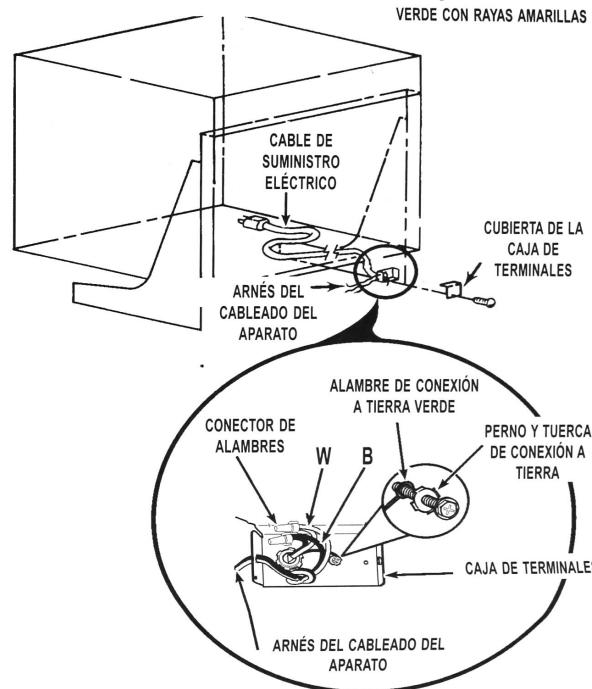

FIGURA 3
- Conecte los alambres blanco y negro del cable de suministro eléctrico a los alambres blanco y negro en la caja de terminales utilizando los conectores de alambres provistos. Vea la figura 3.
Quite el perno de conexión a tierra y coloque la terminal de anillo del alambre verde a tierra en el cable de suministro, sobre el perno. Vuelva a colocar el perno verde y apriételo. Vea la figura 3.